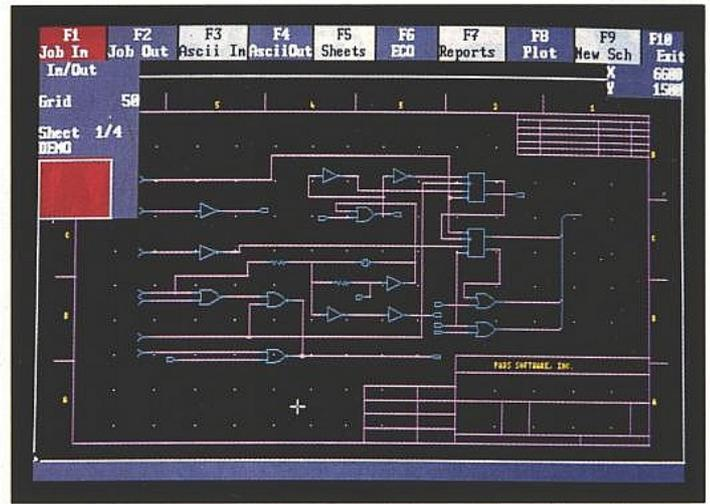

Figure 2 : Les composants sont numérotés automatiquement à mesure de l'évolution du schéma. Ils sont accompagnés de leur boîtier.
■ Figure 2
Le dessin du circuit imprimé est donné en **figure 2**. On se reportera au dessin de la **figure 3** pour réaliser le câblage. Il n'y a rien de bien particulier à signaler si ce n'est que les borniers femelle devront avoir une hauteur suffisante afin qu'ils puissent dépasser du boîtier dans lequel sera inséré le montage. En effet, tous les composants devant être mis en façade (SW1, SW2, SW3, SW6, DEL1 et DEL2) devront avoir pratiquement la même hauteur, pour que le boîtier employé puisse être un modèle relativement plat.